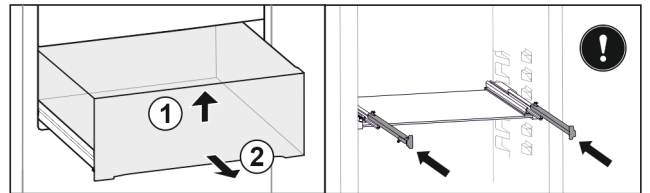

Fig. 82
- ▶ Lade aan de voorkant optillen. Fig. 82 (1)
- ▶ Lade naar voren toe verwijderen. Fig. 82 (2)